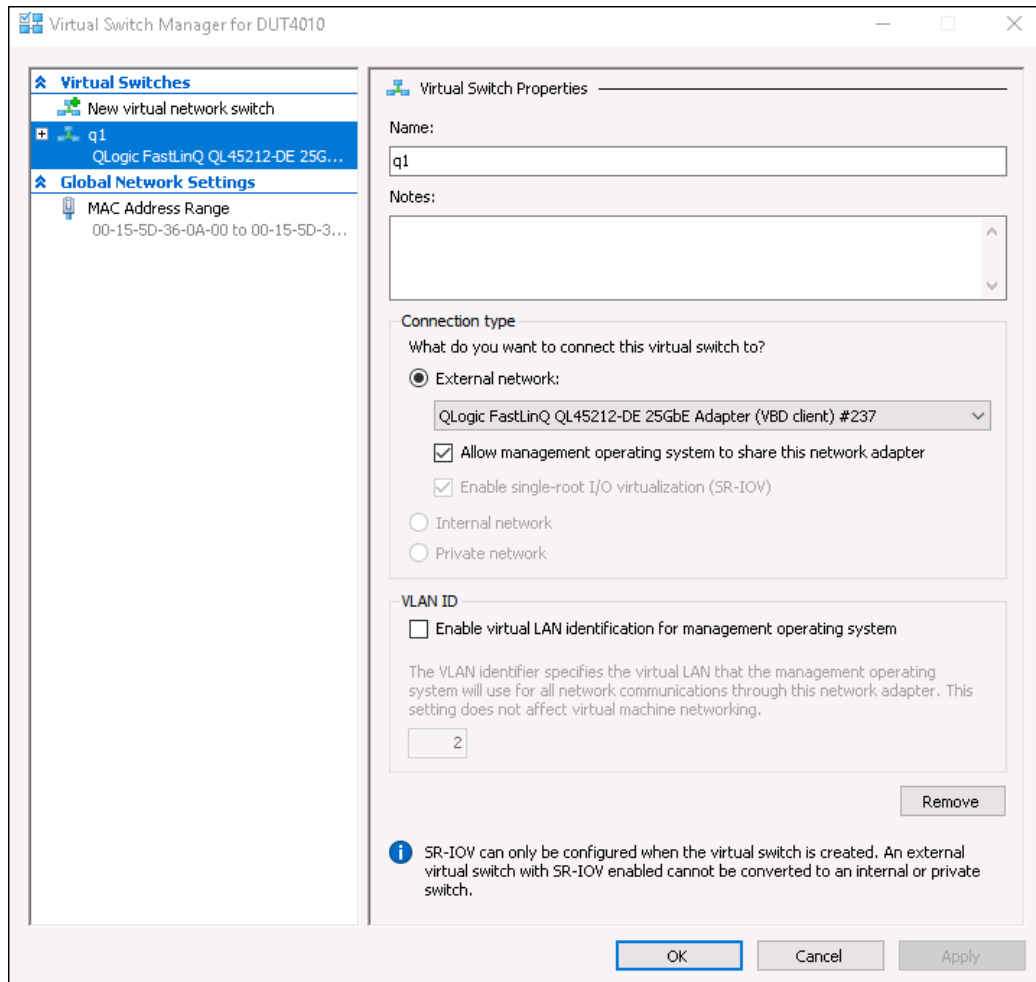

Figura 9-14. Virtual Switch Manager (Administrador de conmutadores virtuales)
2. Seleccione **Virtual Switch Manager** (Administrador de conmutadores virtuales) (consulte la Figura 9-14).